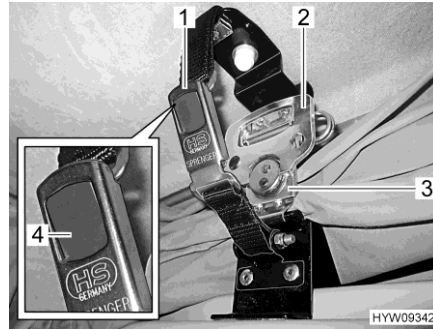

Bild 41 Lås (sovtak)
- Dra snabblåset (Bild 41,3) nedåt på båda sidorna och haka fast dem i hållarplattan.
- Fäll ut och vrid handtaget (Bild 41,2) på snabblåset ett halvt varv medurs.
- Fäll ihop båda delarna på säkerhetslåset (Bild 41,1). Den grå tryckknappen (Bild 41,4) hakar i.